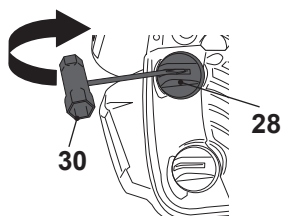

Fig. 17
- > Essuyez les éventuelles coulures de carburant avec un chiffon et remettez en place le bouchon du réservoir [28]. Serrez bien le bouchon [28] à l'aide de l'outil multi-usage fourni [30] (Fig. 17).